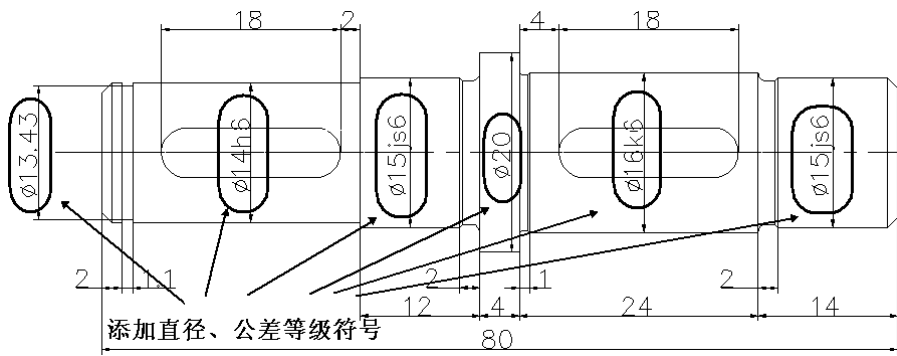

图 8
1) 修改标注：对需要特殊标注的尺寸进行修改，如各轴段直径表示方法、公差等级等。此处用到公差查询表极大地方便了用户查询公差等级，极限偏差值等工作，具体数值如图 8 所示。